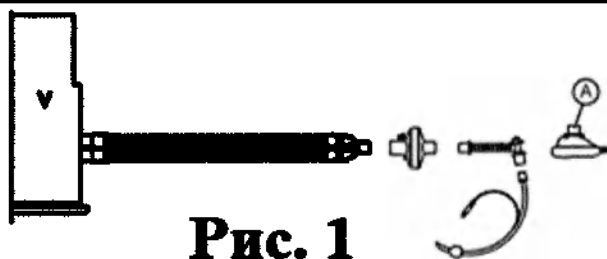

Рис. 1
b. Если необходим мониторинг температуры, извлеките заглушку из порта и установите в него температурный датчик. В тот период, когда температурный датчик не используется, закрывайте порт заглушкой. c. Контуры ППДД (при постоянном потоке): в тройниковом адаптере большого (по схеме Т или Y) порт выдоха, расположенный напротив потока подачи газа, всегда должен быть открыт; закупорка или частичная непроходимость этого порта может обернуться для больного тяжелыми последствиями, вплоть до смертельного исхода. Идентификация вещества, содержащегося или имеющегося в продукте либо упаковке. Идентификация вещества, не содержащегося или не имеющегося в продукте либо упаковке. ru 30 d. Если контур снабжен влагоуловителем, то этот элемент необходимо расположить в самой нижней точке инспираторной или экспираторной ветви контура. Как можно чаще контролируйте уровень жидкости в влагоуловителе и, по мере необходимости, опорожняйте это устройство; после каждой подобной процедуры проверяйте, надежно ли восстановлена герметичность влагоуловителя. Удаляйте жидкие отходы в соответствии с принятыми в данном медицинском учреждении правилами. e. Контур может иметь односторонние клапаны; перед использованием таких клапанов в работе проверяйте их на рабочую функцию и направление потока. f. Если контур имеет в экспираторной линии клапан (PEEP), проверяйте функционирование этого клапана, поворачивая регулировочное кольцо. Ограничение давления достигается поворотом регулировочного кольца против часовой стрелки. Контролируйте заданное давление (в диапазоне от 5 до 20 см водного столба) при помощи манометра. g. Надувная маска (точка А на рис. 1) снабжена подушкой, регулирующей клапан давления. При необходимости присоедините к люэровскому адаптеру клапана шприц и отрегулируйте надувание подушки до нужного уровня. Отсоедините шприц и проверьте систему на герметичность.